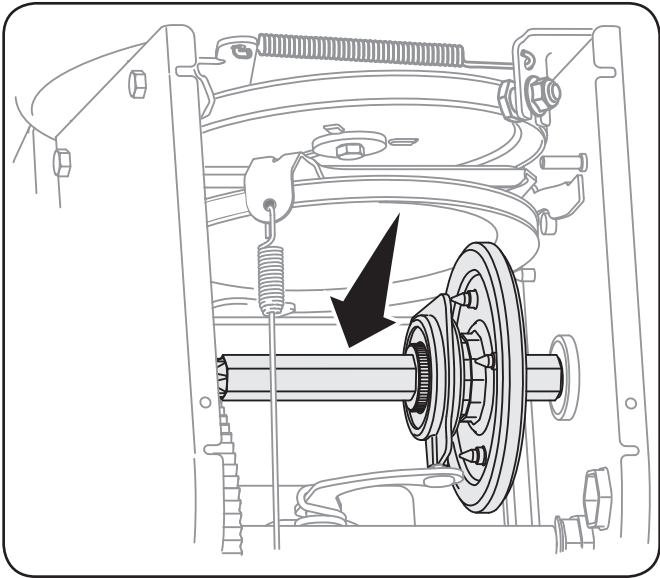

Figure 6-6
4. Appliquez une légère couche d'huile polyvalente toutes saisons sur l'arbre hex. Voir la Fig. 6-6.